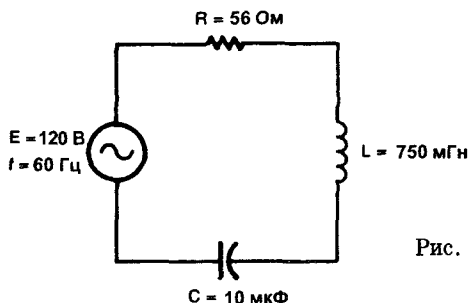

Рис. 17-7. Последовательная цепь RLC.
1. Чему равны значения X_C , X_L , X , Z и I_T для цепи, изображенной на рис. 17-7?